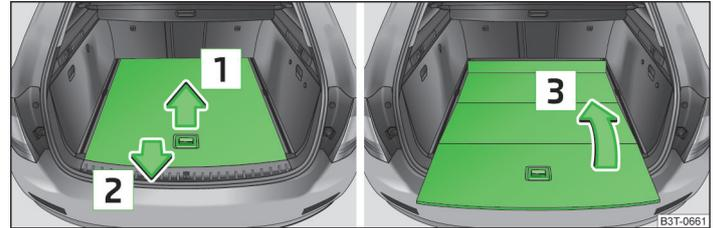
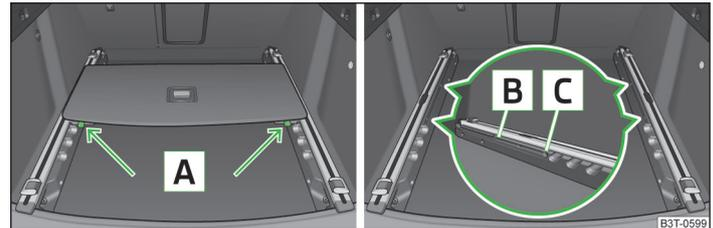

Abb. 97 Gepäckraum: variablen Ladeboden zusammenklappen
Abb. 98 Gepäckraum: variablen Ladeboden ausbauen
- Den hinteren Teil des Bodens am Griff fassen, in Pfeilrichtung **1** etwas anheben » Abb. 97 und über den Stoßfänger in Pfeilrichtung **2** herausziehen, bis dieser in der Öffnung **C** einrastet » Abb. 98.
- Durch Bewegen in Pfeilrichtung **3** » Abb. 97 den Ladeboden zusammenklappen.
- Die Sicherungstasten **A** drücken » Abb. 98 und den Boden herausnehmen.
- Den Boden nach vorn schieben, bis dieser in den Öffnungen **B** in den Tragschienen einrastet » Abb. 98.